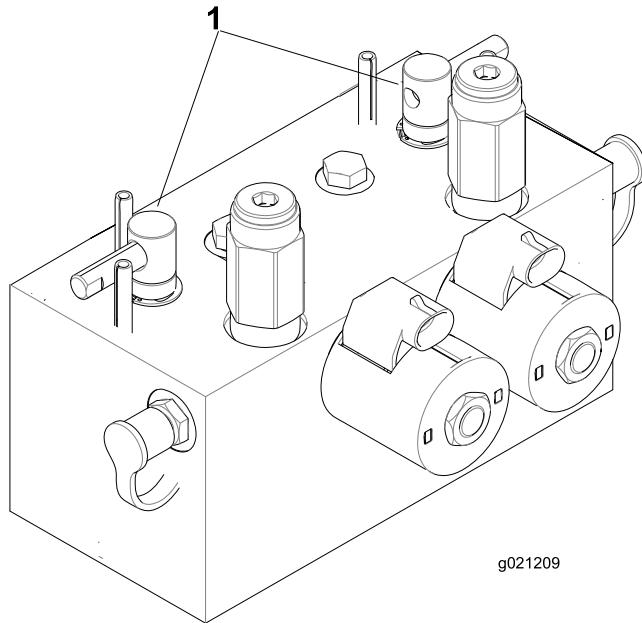

Figura 97
2. Desbloquee y levante el asiento para poder acceder a las palancas de autoafilado (Figura 97).
5. Seleccione la palanca de autoafilado correspondiente a los molinetes que desea autoafilurar: delanteros, traseros o ambos (Figura 97).